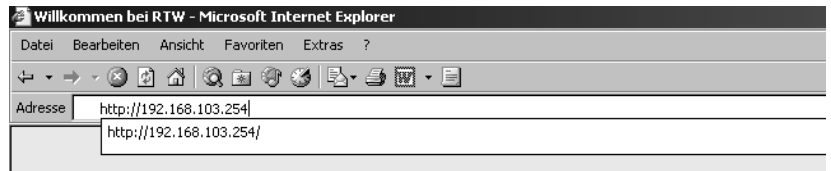

Bild 8-26: IP-Adresseingabe in das Adressfeld des Internet-Browsers
1. Starten Sie Ihren Internet-Browser und geben Sie die IP-Adresse Ihres Gerätes in der Adresszeile ein (z. B.: „http://192.168.103.254“, siehe Bild 8-26). Bestätigen Sie die Eingabe mit der „Enter“-Taste Ihrer PC-Tastatur.